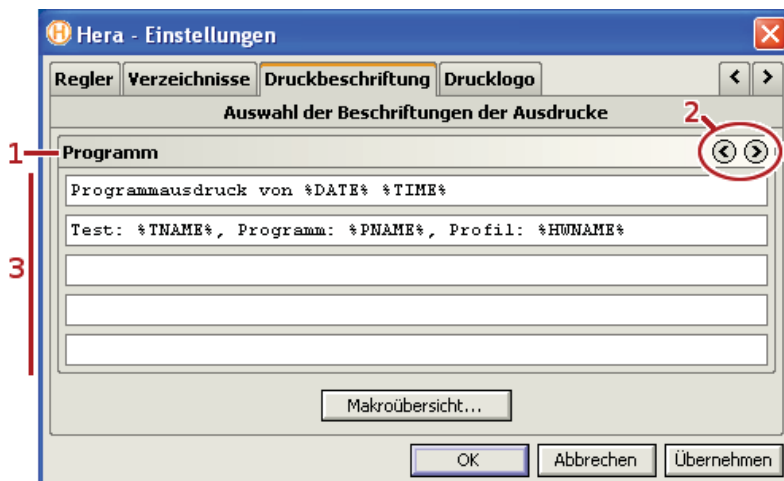

Abbildung 3.3.: Einstellung der Druckbeschriftung
Zur Einstellung der Beschreibungen gelangt man mit dem Menüpunkt FENSTER > EINSTELLUNGEN... und dort der Seite DRUCKBESCHRIFTUNG (Abbildung 3.3). Hier sind mehrere Textfelder vorgegeben, in die Text eingegeben werden kann (3).